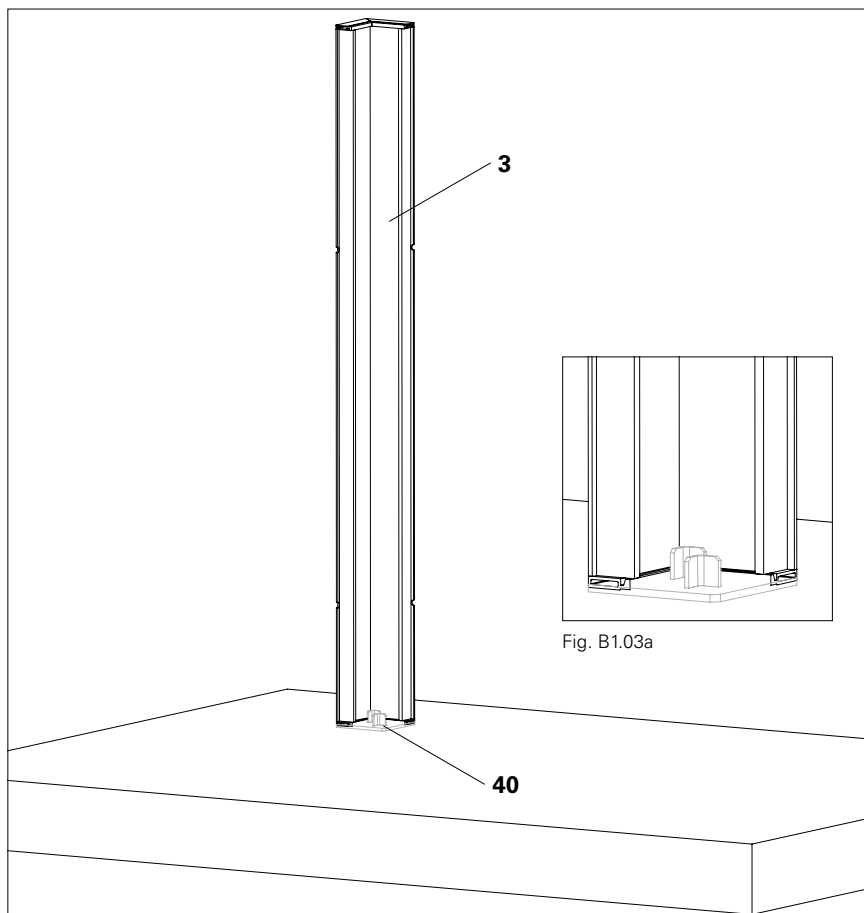

Fig. B1.03
2. Posizionare il telaio angolare interno UNO Plus (3) sulla piastra di allineamento angolo interno UNO Plus (40). (Fig. B1.03)
- I perni della piastra di allineamento angolo interno UNO Plus (40) sono a filo con il telaio.